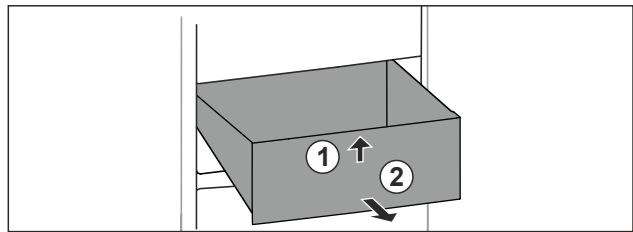

Fig. 26
- ▶ Підняти висувний ящик спереду. Fig. 26 (1)
- ▶ Вийняти висувний ящик рухом вперед. Fig. 26 (2)